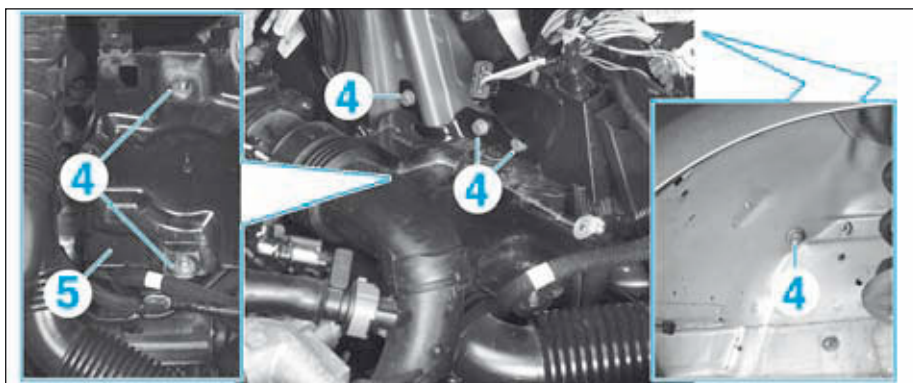

FIG.12
- Déposer les fixations (4) et le support de batterie (5) (Fig.12).